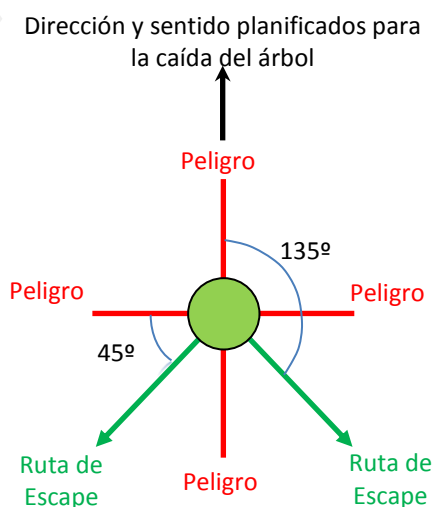

Figura 6
- Las llamadas “**Áreas de Escape**” no se consideran parte integrante de la Zona de Peligro de Caída del Árbol, sino que se consideran “**Zonas Seguras**”. Su finalidad es posibilitar la evacuación del motoserrista en caso necesario, por lo que estas áreas deberán estar libres de obstáculos que puedan impedir la evacuación. El eje de la calle de cada área de escape se situaría a 135º de la dirección y sentido planificados para la caída del árbol, tal y como se describe en la Figura 6.